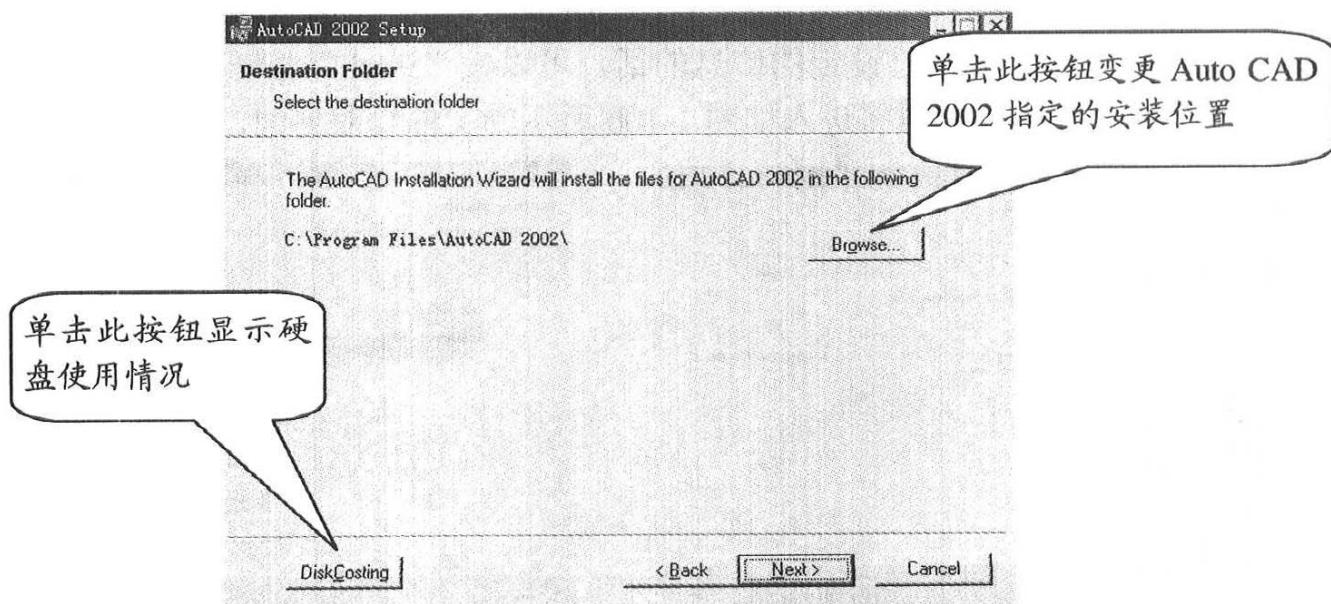

图 1-8 指定 AutoCAD 2002 的安装位置
8) 在确定了安装类型后，接着弹出如图 1-8 所示的 Destination Location (安装位置) 对话框，要求指定 AutoCAD 2002 的安装位置，默认安装位置为“C:\Program Files\ACAD 2002\”。